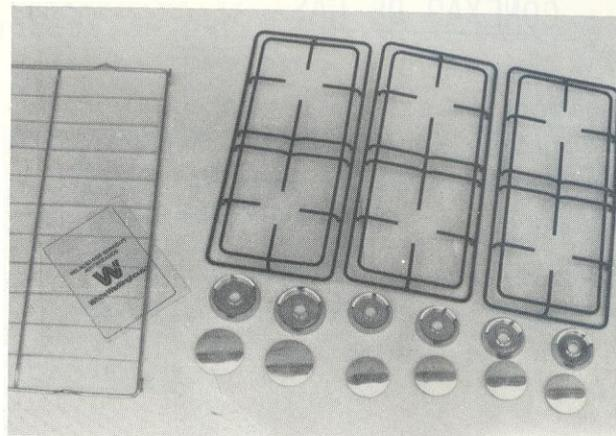

Fig. 13
**E** - Retirar do interior do forno os componentes que acompanham o fogão (fig.13), a saber: